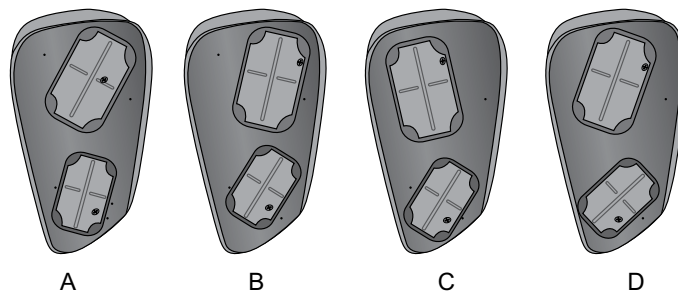

Bild 6-12: Extensorpaneler
1. Välj en extensorpanel som skapar önskad handrörelse. Se bild 6-12.